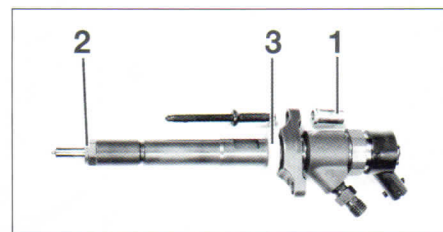

FIG. 27
- las tuercas (1) (fig. 27).
- las juntas (2).
- los retenes de inyectores (3).